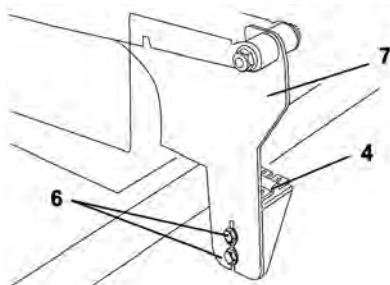

fig. 13 – verificando el aprieto de los tornillos
6. Asegúrese de que la protección esté alineada y después verifique que los tornillos hexagonales (6) que sujetan la protección de la hoja (7) y la traba de protección (4) estén apretados, fig. 13.